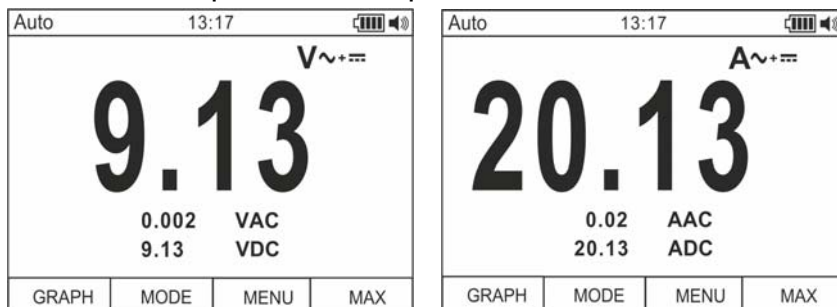

Fig. 3: Description mesure de Courant et de Tension AC+DC
2. Appuyer sur la touche **F2** et sélectionner le mode " $V\sim +$ " ou " $A\sim +$ " (voir Fig. 3)